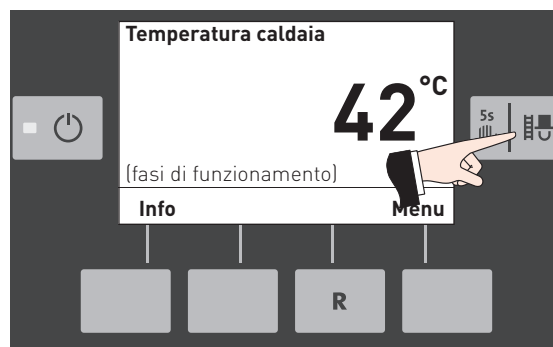

Fig. 13
- Premendo brevemente il tasto **manuale/scovolo** si accendono illuminazione e display – Fig. 13.
- Premendo nuovamente il tasto si avvia la funzione spazzacamino – Fig. 13.